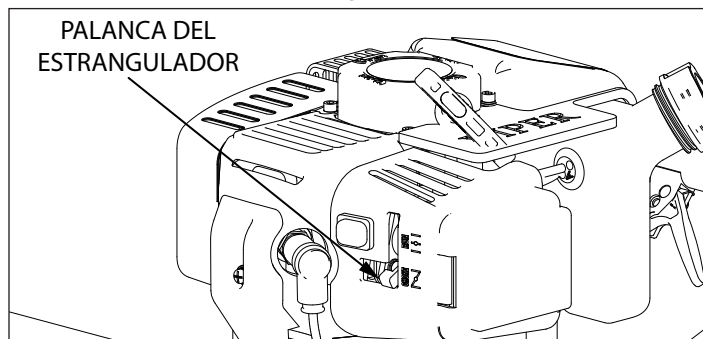

Figura 2
1. Antes de retirar la cubierta del filtro de aire, mueva la palanca del estrangulador hacia la posición Estrangular. **CONSULTE LA FIGURA 2.**